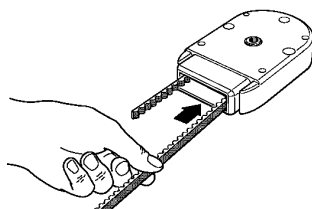
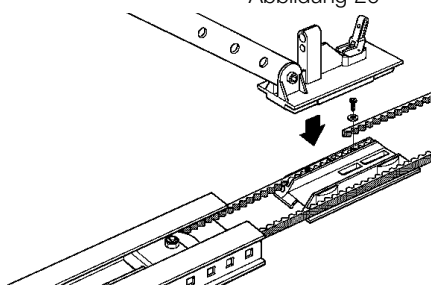

Abbildung 20
Abbildung 21
**4** Das freie Riemenende durch das Kopfteil führen - siehe Abbildung 20- und mit den bereits vorhandenen Schrauben und Unterlegscheiben am Wagen befestigen siehe Abbildung 21. Die Stellung des Riemen beachten: die Riemenzahnung muss nach innen gerichtet sein, sie muss gerade sein; der Riemen darf nicht verwickelt sein.